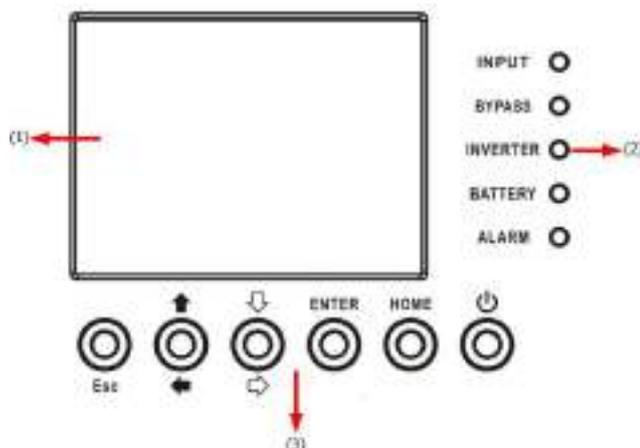

Figure 4-1 : panneau de commande
Cette description du panneau de commande et de l'afficheur est située sur la porte avant de l'onduleur. Elle présente les contrôles de l'utilisateur, le monitoring de tous les paramètres de mesure, l'état de l'onduleur et de la batterie, et les alarmes. La description du panneau de commande et de l'afficheur est divisée en quatre zones fonctionnelles : (1) Afficheur LCD, (2) Voyants lumineux, (3) Touches de commande, (4) Alarme sonore, comme illustré dans la figure 4-1.